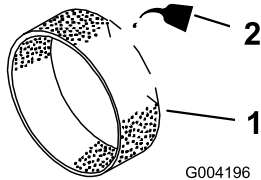

Figura 44
3. Coloque 30 ou 60 ml de óleo no filtro prévio (Figura 44).